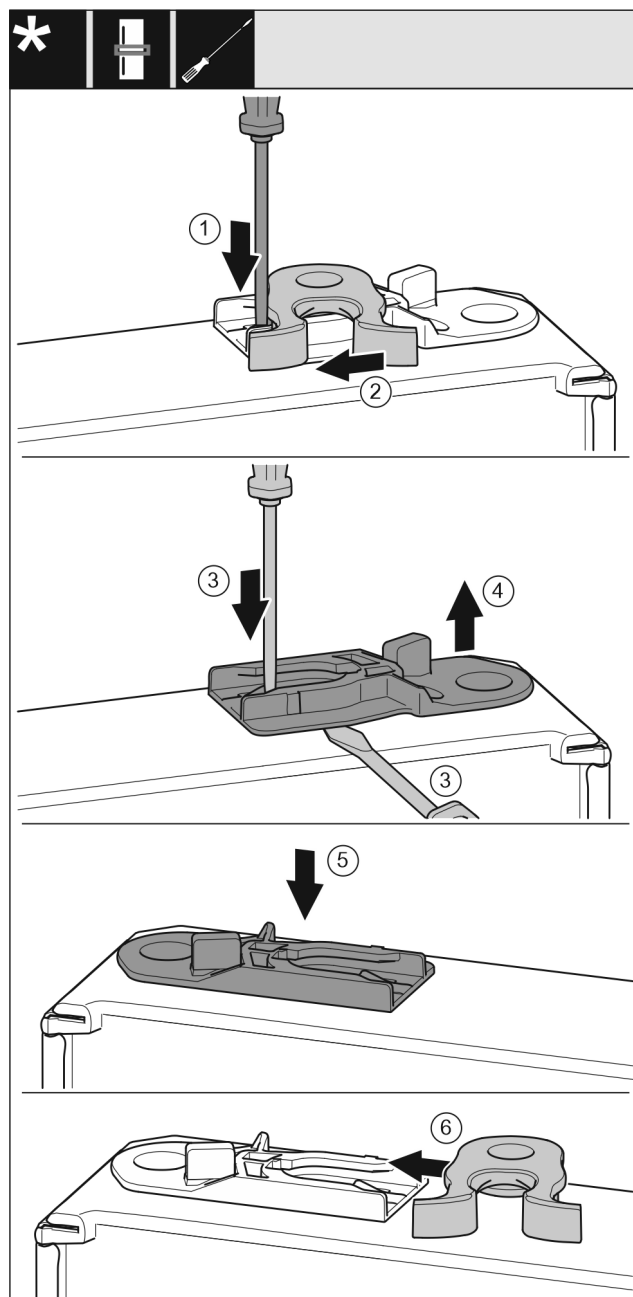

Fig. 21
- За допомогою шліцевої викрутки притисніть накладку Fig. 21 (1) униз.
- Витягніть із напрямної запірний гачок Fig. 21 (2).
- Витягніть направляюче гніздо Fig. 21 (3, 4): Натисніть шліцевою викруткою накладку і одночасно підведіть її під направляюче гніздо.
- Направляюче гніздо Fig. 21 (5), що входить до складу поставки, вставити з іншого боку корпусу.
- Вставте запірний гачок Fig. 21 (6) в направляючу.